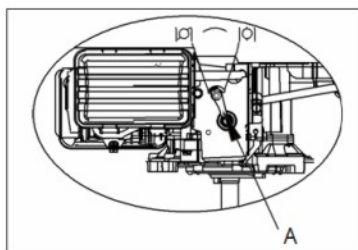

Fig. 2B
b) Mova o controlo de aceleração para a posição "choke" . (Fig. 2B)